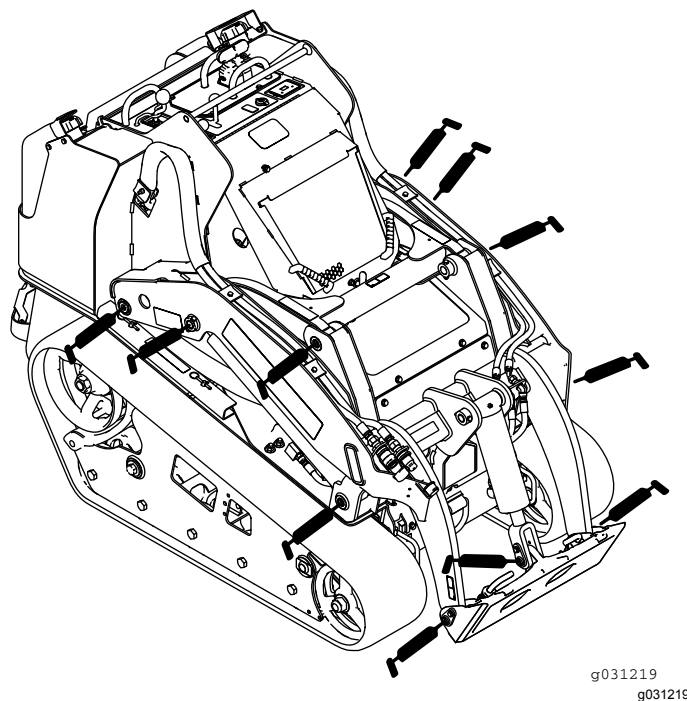
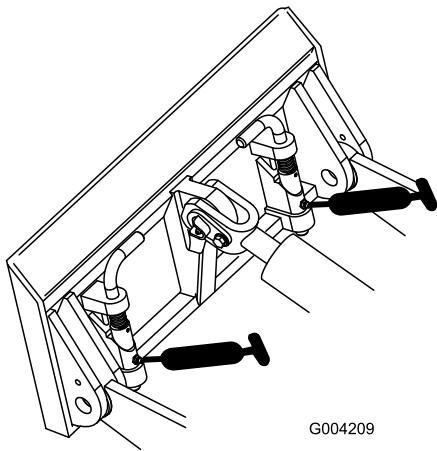
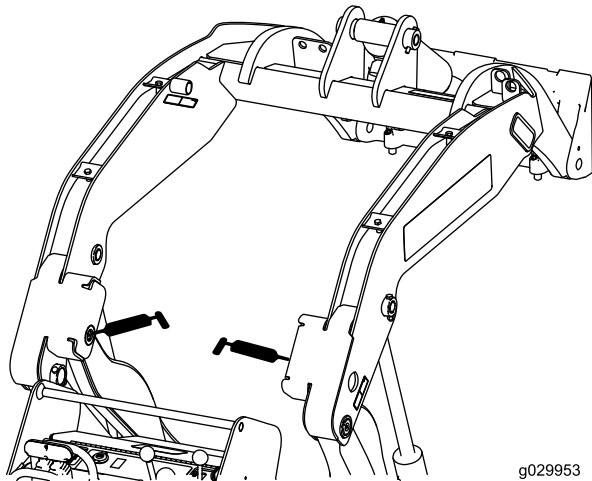

Figura 38
Figura 39
Figura 40
4. Collegate un ingrassatore a pressione a ciascun raccordo (Figura 38, Figura 39 e Figura 40).
Nota: Sollevate i bracci caricatori prima di ingrassare i raccordi nella Figura 40.